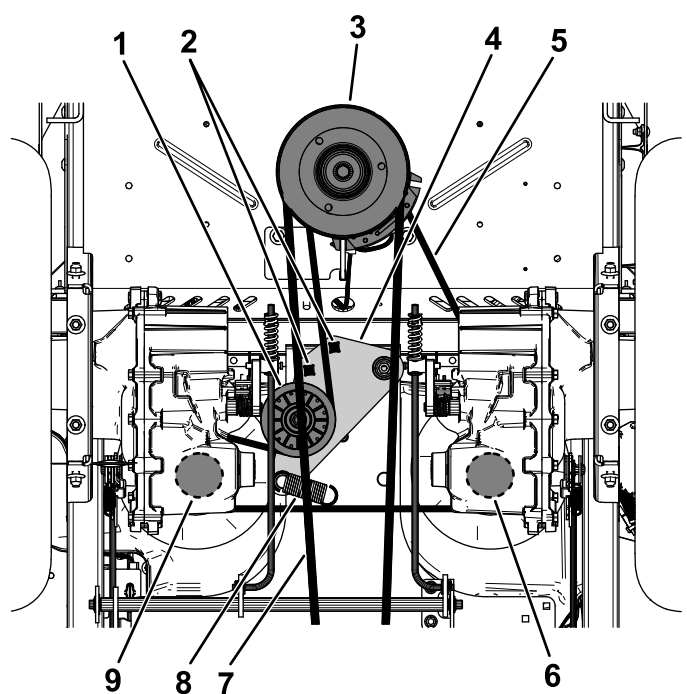

Рисунок 60
5. Вставьте ключ с храповым механизмом на $\frac{1}{2}$ дюйма или монтировку в одно из квадратных отверстий рычага натяжного ролика, чтобы снять натяжение с пружины натяжного ролика (Рисунок 60).
6. Снимите имеющийся ремень с натяжного ролика, 2 шкивов привода гидравлических насосов и шкива двигателя (Рисунок 60).
7. Проложите новый ремень вокруг натяжного ролика, шкива двигателя и 2 шкивов гидравлических насосов (Рисунок 60).